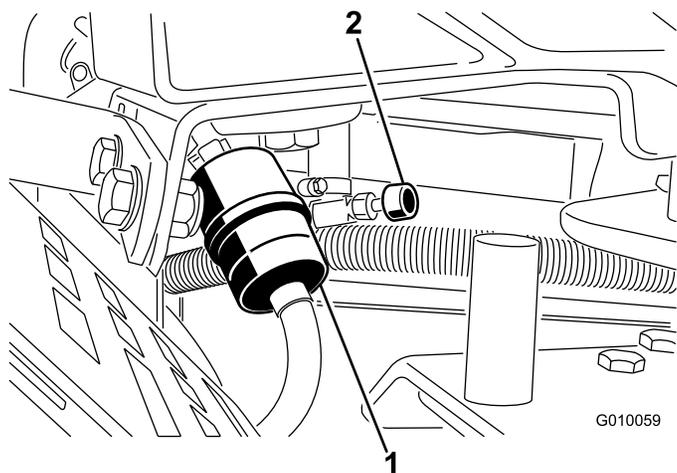

図 52
2. 燃料バルブを閉じる（図 52）。
3. 燃料フィルタについているクランプをゆるめ、フィルタからはずらす（図 52）。
4. フィルタから燃料ホースを抜き取る（図 52）。燃料バルブを開き、排出される燃料を容器に受ける。
5. フィルタに燃料ホースをつなぎ、クランプで固定する（図 52）。
3. 古いフィルタのクランプをゆるめて脇に寄せる（図 52）。
5. 新しいフィルタをホースに取り付け、クランプで固定する（図 52）。
7. 燃料バルブを開く（図 52）。